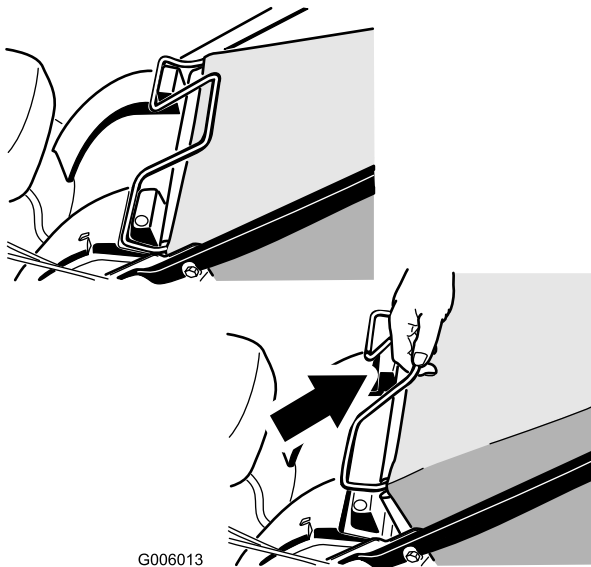

Bild 30
1. Heben Sie den Fangkorbgriff aus den Kerben oben am Rasenmäher und nehmen Sie den Fangkorb vom Rasenmäher ab (Bild 30).